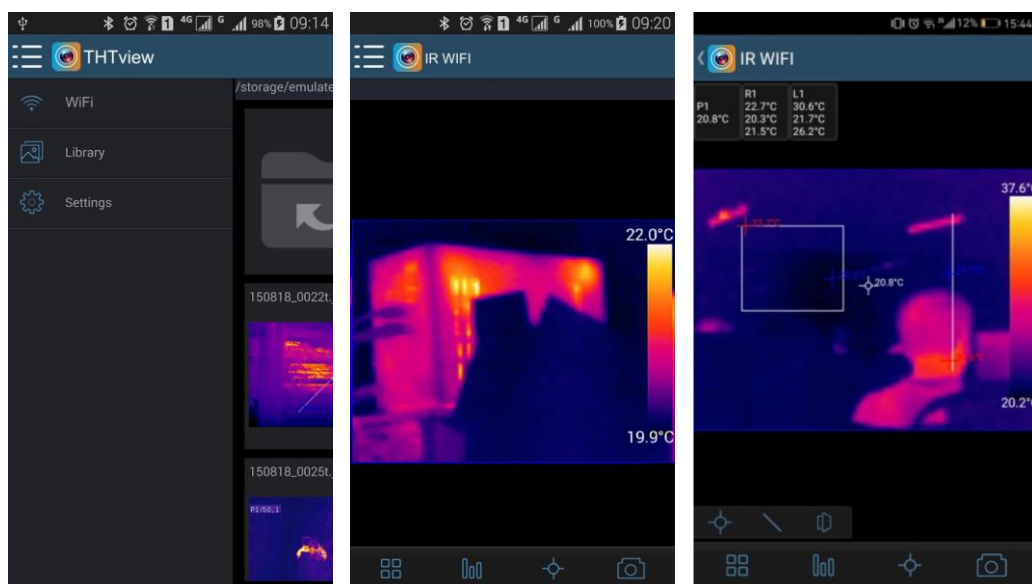

Fig. 41: Visualizzazione immagine in tempo reale
5. Toccare l'icona del menu  e selezionare l'opzione "WiFi" (vedere Fig. 41 – parte sinistra) per attivare la visualizzazione in tempo reale sul dispositivo mobile dell'immagine presente a display dello strumento. La videata di Fig. 41 – parte centrale è mostrata sul dispositivo mobile
Inserimento oggetto “Punto” nell’immagine (vedere Fig. 41)
Inserimento oggetto “Linea” nell’immagine (vedere Fig. 41)
Inserimento oggetto “Area” nell’immagine (vedere Fig. 41)